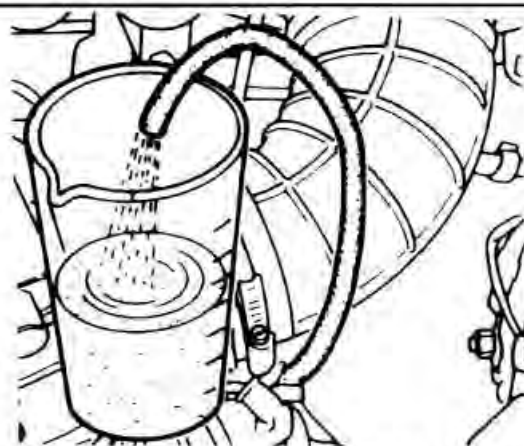

Рис. 2-11. Проверка производительности топливного насоса
- Присоединить к сливному штуцеру регулятора шланг и опустить свободный конец шланга в мерный сосуд (рис. 2-11).